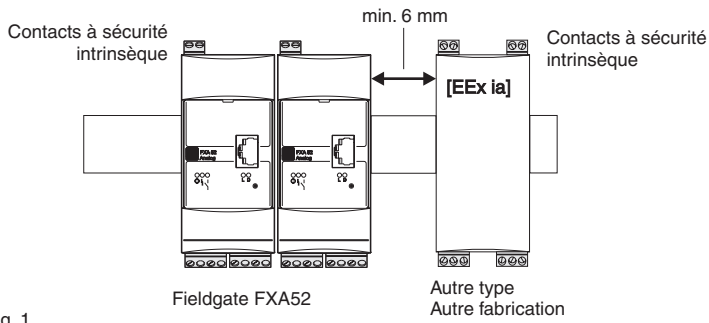

Fig. 1
- 8.) Respecter les écarts selon EN 50020 ainsi que les normes et règles en vigueur lors de la combinaison du Fieldgate FXA 520 sur le même rail profilé avec des appareils d'autres types et fabrications (fig. 1).